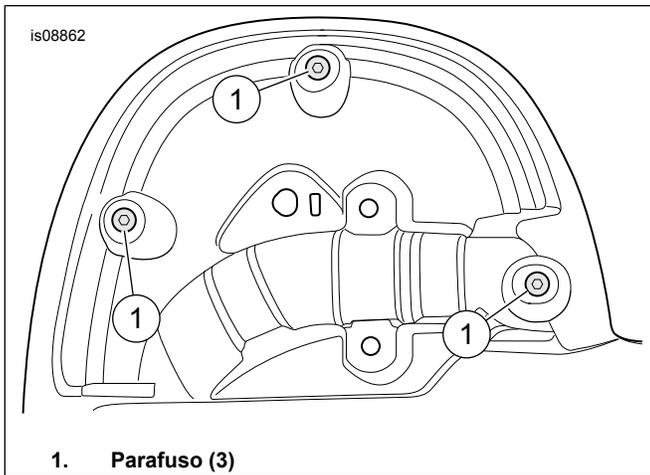

Figura 1. Parafusos traseiros
2. Veja a figura 1. **Pela parte traseira:** Remova os parafusos (1).